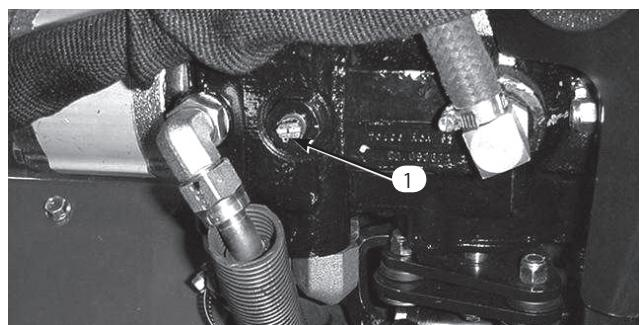

図35
1. 油圧ポンプについているバイパスバルブ（図35）のレバーを90°回転させる（水平が開いた状態）。